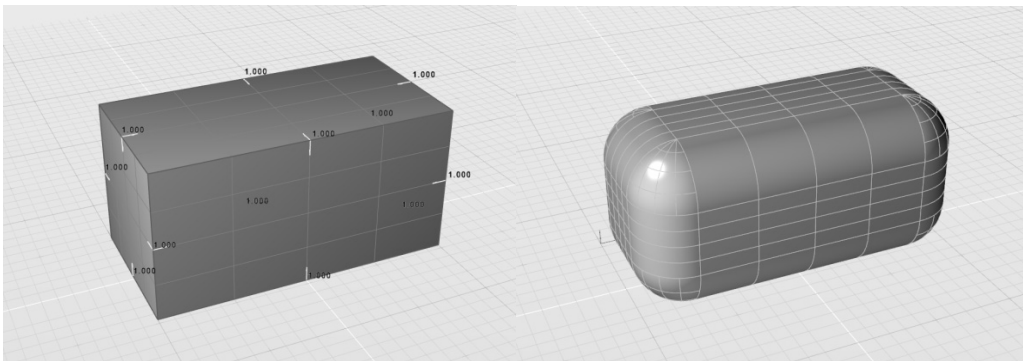

图 4-154 为所有边线插入倒圆角（左）并设置新的半径值以获得倒圆角结果（右）
- 2) 激活“倒圆角”工具, 当控制台提示“选择对象”时, 选择立方体对象, 所有边线上呈现亮蓝色, 表示该位置可插入半径值。随后控制台提示“单击要插入对象的边线”, 此时可框选整个立方体, 将所有边线一次性插入半径值, 按〈Enter〉键或空格键确认。当控制台提示“半径”时, 可手动输入新的半径值“3cm”。当控制台提示“执行操作 (是, 否)?”时, 按〈Enter〉键接受默认设置 (Y 即 Yes, 表示执行操作), 获得结果如图 4-154 所示。